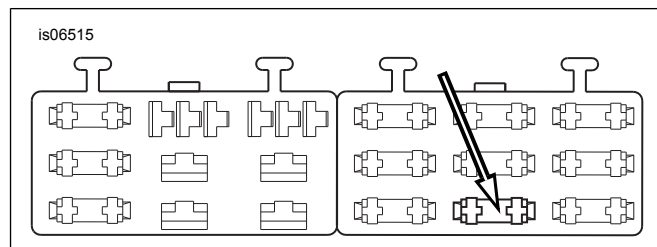

Figura 9. Cavidade do bloco de fusíveis "OPEN" (aberta) (modelos Dyna ano 2004 e posteriores)
4. Veja Figura 9 . Localize a cavidade de fusível indicada como "OPEN" (aberta) na tampa do bloco de fusíveis do bloco de fusíveis do lado direito. Deve haver um fio alimentando um lado deste circuito, mas nenhum fio ou fusível correspondente estará presente. Insira o terminal no fio adaptador laranja/branco até parar. Consulte um terminal próximo instalado na fábrica para comparar e para verificar a orientação e a profundidade corretas.